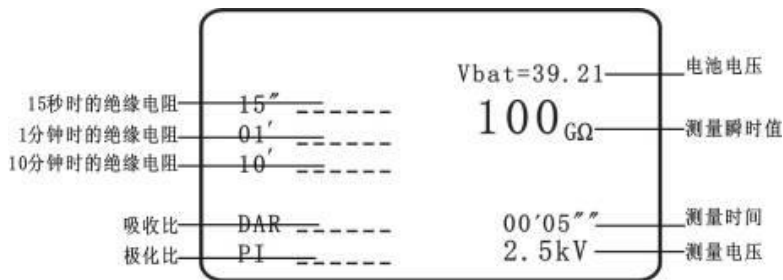

图8 测量结果
(2) 如果想开始加压测量试验, 在图4开机画面中, 选中 **测量** 图标, 按【确定】键并保持1秒以上, 进入测量画面, 显示测量画面, 最后形成图8 测量结果画面。